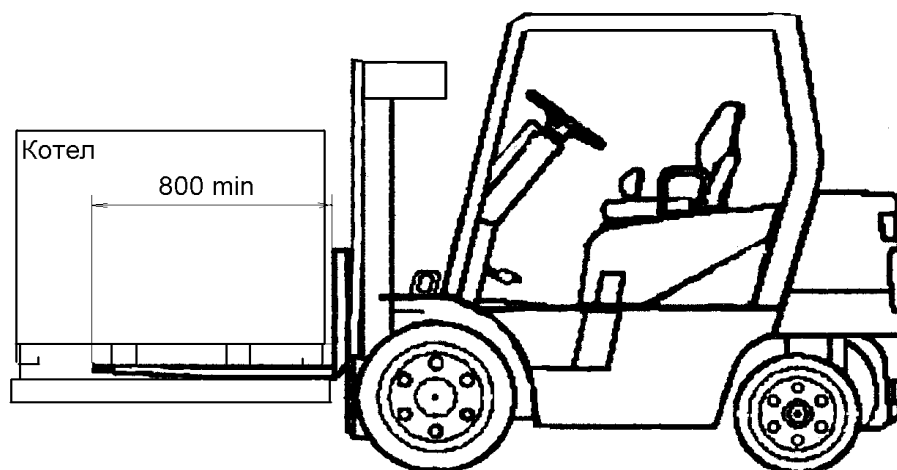

Рисунок 5. Схема транспортування
10.4 Транспортування котла здійснювати за допомогою вантажно-під'ємних механізмів з довжиною платформи (лап) не менше 800 мм (рис. 5)